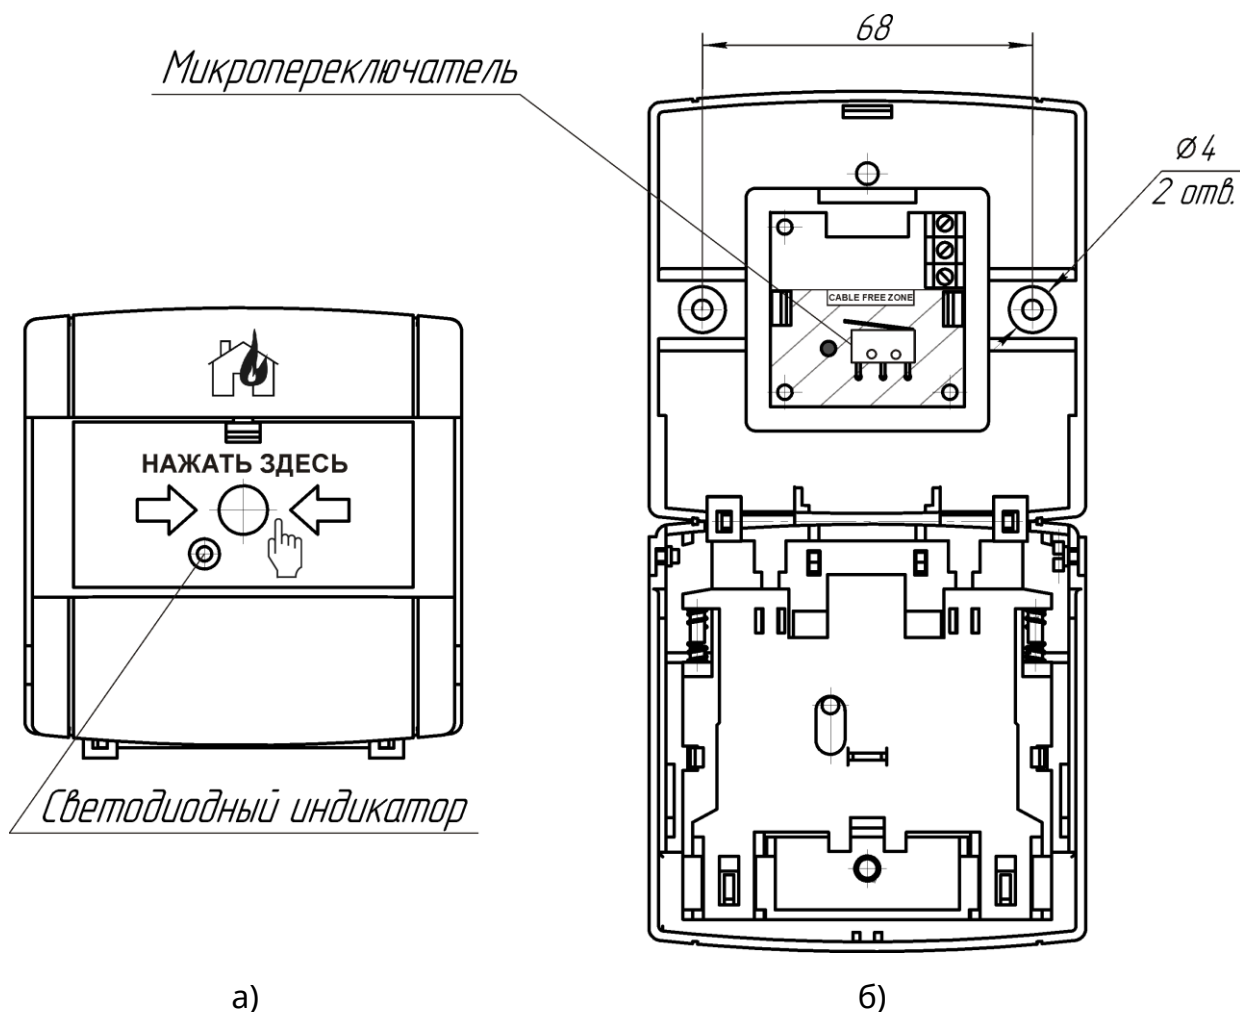

Рисунок 1 - Внешний вид (а) и внутренняя компоновка (б) извещателей
3.1 Для монтажа извещателей необходимо открыть извещатель нажатием ключа на крючок в верхней части извещателя, протянуть провода внутрь извещателя и закрепить его на стене помещения с помощью дюбелей и винтов (см. рис. 1). Подключение извещателей проводится согласно схеме, приведенной на рисунке 2. Рекомендованное сечение проводов от 0,28 до 1,0 мм2.